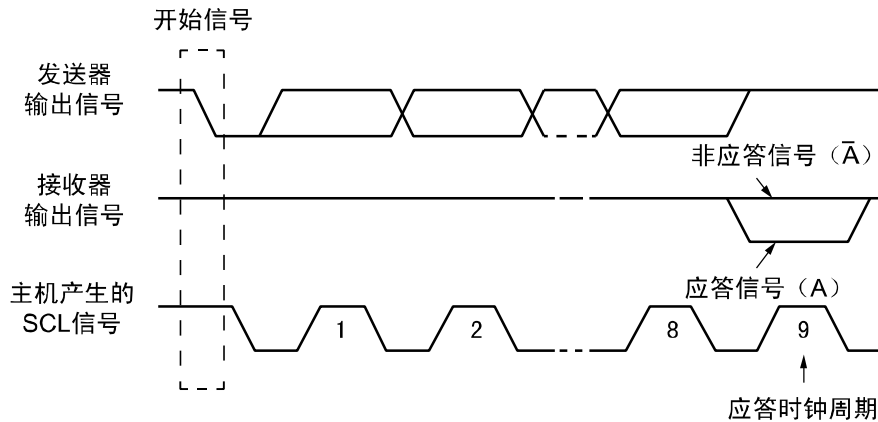

Figure 15-5 IIC 总线的应答信号
应答信号 (A)：接收数据的 IIC 在接收到 8 位数据后，向发送数据的 IC 发出的特定的低电平脉冲。每一个数据字节后面都要跟一位应答信号，表示已收到数据。应答信号在第 9 个时钟周期出现，这时发送器必须在这一时钟位上释放数据线，由接收设备拉低 SDA 电平来产生应答信号，由接收设备保持 SDA 的高电平来产生非应答信号 (\bar{A})，如 Figure 15-5 所示。所以，一个完整的字节数据传输需要 9 个时钟脉冲。如果从机作为接收方向主机发送非应答信号，这样，主机方就认为此次数据传输失败；如果是主机作为接收方，在从机发送器发送完一个字节数据后，发送了非应答信号，从机就认为数据传输结束，并释放 SDA 线。不论是以上哪种情况都会终止数据传输，这时，主机或是产生停止信号释放总线，或是产生重新开始信号，开始一次新的通信。开始信号、重新开始信号和停止信号都是由主控制器产生，应答信号由接收器产生，总线上带有 IIC 总线接口的器件很容易检测到这些信号。